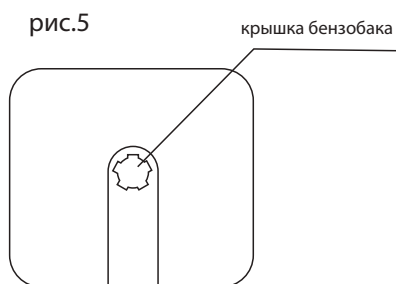

рис.5
**7.10.** Откройте крышку бензобака (рис.5) Залейте бензин. Рекомендуется использовать топливо с октановым числом 92.